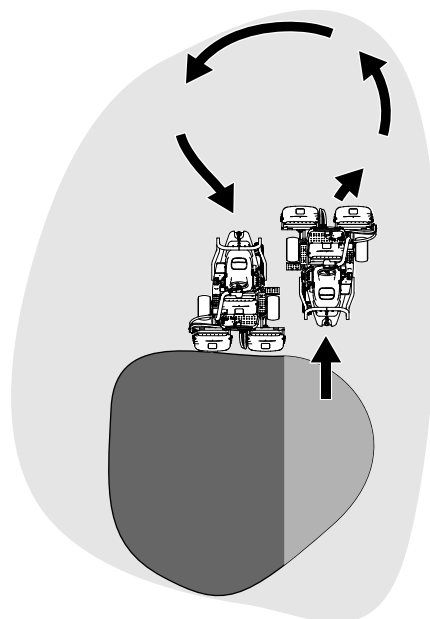

図 23
6. Uターンするとき、一旦反対側にハンドルを切ってから旋回すると、楽に、しかも効率良く回ることができて次の列そろえが楽になります。反対側に軽く振ってから旋回すると雨だれ形の旋回 図 23 になって、スムーズに次の列に入ることができます。